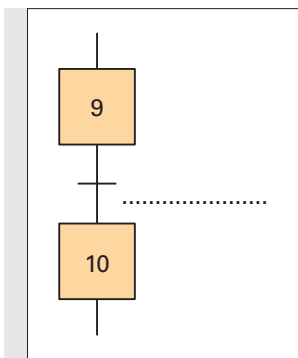
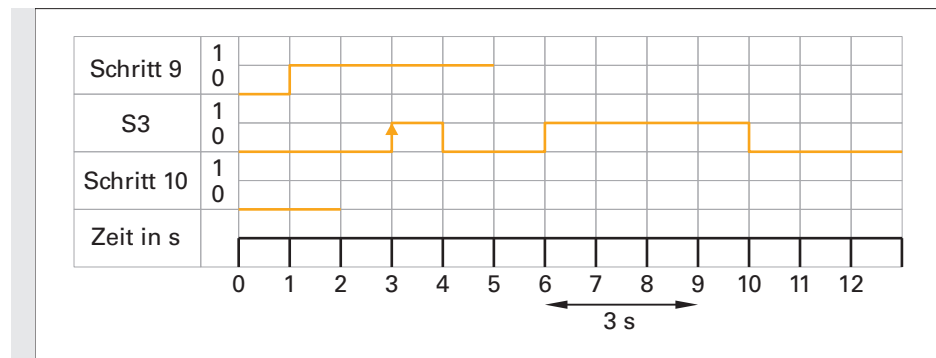

Bild 1: Taster muss 3s lang betätigt bleiben
Bild 2: Diagramm zu Beispiel 1
**Bsp. 1 (Bild 1):** Man befindet sich im Schritt 9. Wenn der Taster S3 für drei Sekunden lange betätigt bleibt, soll in Schritt 10 gesprungen werden.
Ergänzen Sie den GRAFCET in **Bild 1** und das Diagramm in **Bild 2**.